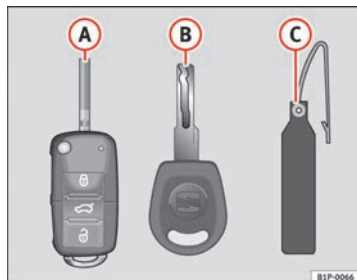

Fig. 44 Juego de llaves
- una llave con mando a distancia ⇒ fig. 44 **A**